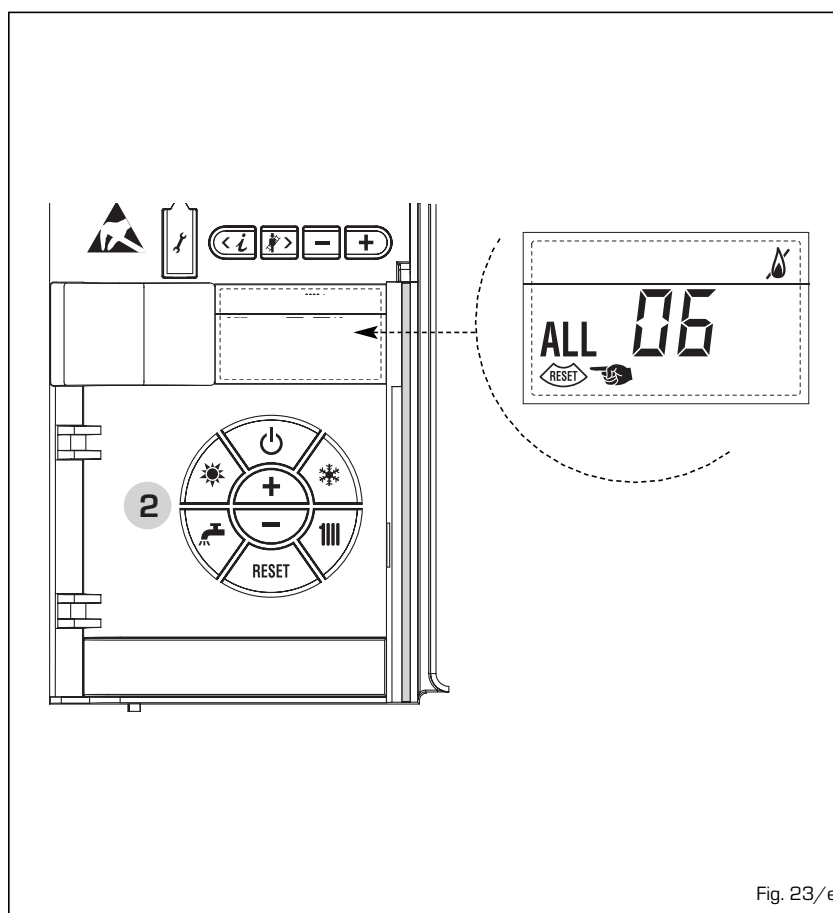

Fig. 23/e
– **ANOMALIA TERMOSTATO SICUREZZA/LIMITE “ALL 07” (fig. 23/f)**